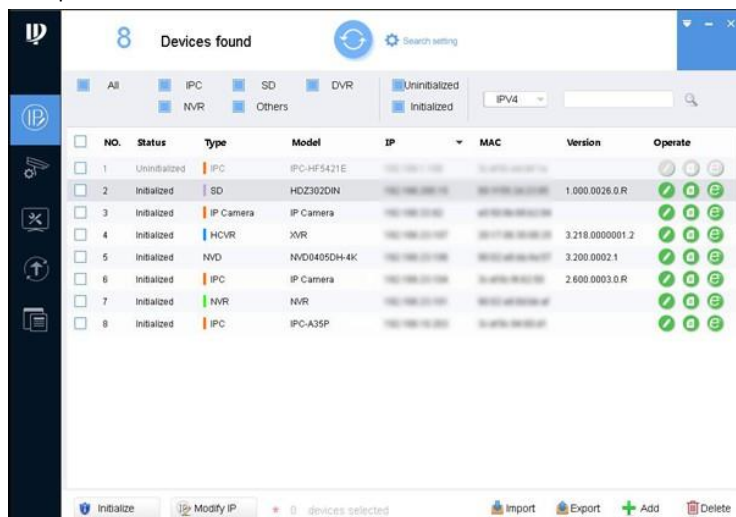

Рис. 2-1 Модификация IP-интерфейса
Появится интерфейс изменения IP. См. рис. 2-1.
10. Нажмите Готово. Статус устройства в интерфейсе Modify IP (Рисунок 2-1) изменится на Initialized.